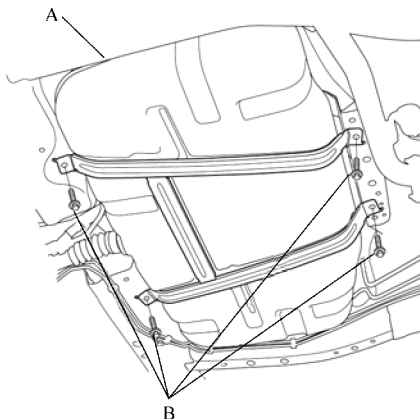

图 18-18 拆下燃油箱
14) 在燃油箱 A 下放置一个千斤顶或其他支撑装置，然后拆下箍带螺栓 B，如图 18-18 所示。